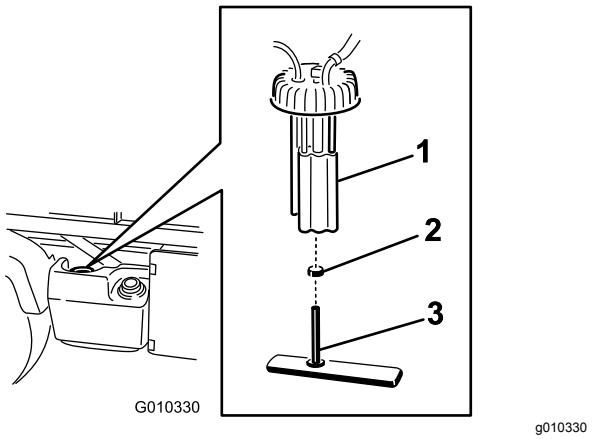

Рисунок 48
- Отсоедините разъемы жгута проводов от топливного насоса (Рисунок 48).
- Ослабьте зажим шланга и отсоедините топливный трубопровод от крышки топливного насоса (Рисунок 48).
- 4. Снимите крышку топливного насоса с верхней части топливного бака (Рисунок 48).
- 5. Извлеките из топливного бака узел топливного насоса и топливный фильтр (Рисунок 48).
- 7. Отсоедините шланг от штуцера (Рисунок 48).